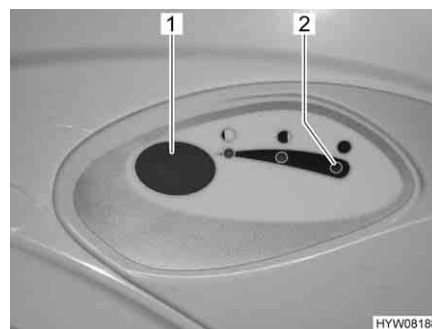

Fig. 125 Pulsante dello sciacquone/spia di controllo (toilette Thetford)
- Per sciacquare premere il pulsante blu (Fig. 125,1).
La spia di controllo (Fig. 125,2) si accende quando il serbatoio fecale deve essere svuotato.